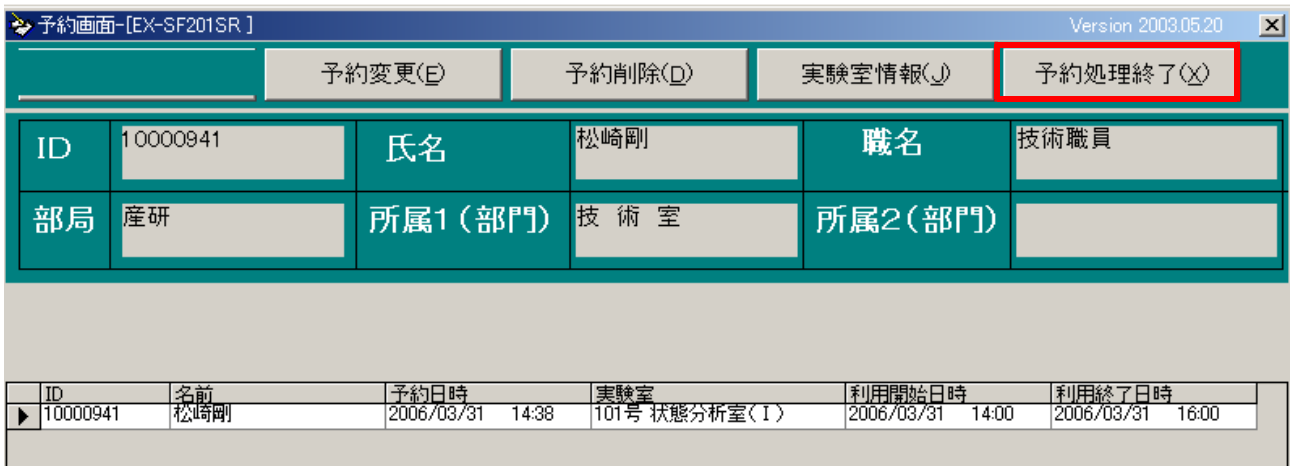

図 8
- 6) 登録内容が表示されますので、確認して下さい (図 8)。